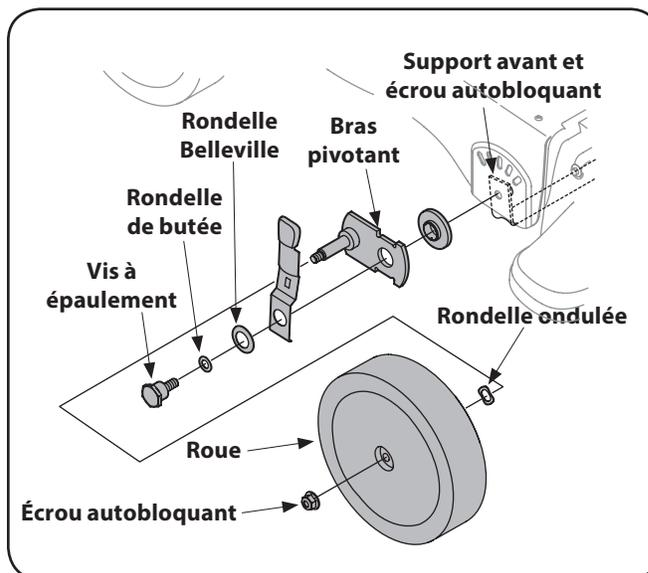

Figure 7-2
4. Retirez les écrous autobloquants à bride, les roues avant et les rondelles ondulées qui s'attachent aux bras pivotants. Voir Figure 7-2.